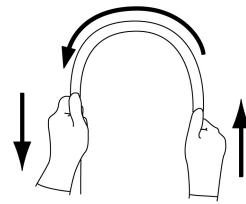

図1
- 插入部を両手で持ち、全長にわたって図1に示すように順次半円の頂点をずらすように曲げたときに、適切な軟らかさを有しており、軟らかさが不連続になっているなどの異常がないこと。